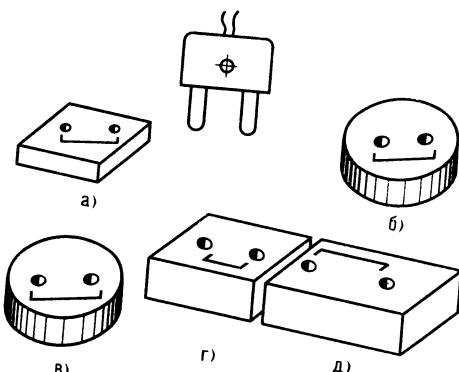

Рис. 28. К задаче 37
37. Определите, в какие отверстия войдет вилка. Линейкой и измерителем пользоваться нельзя (рис. 28, а — д).
37. Гнездо (см. рис. 28, г).